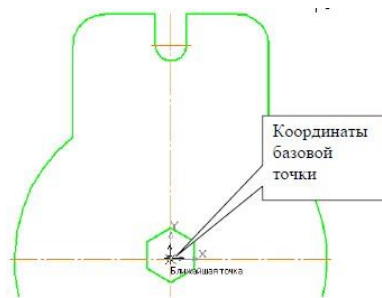

Рис. 5. Координаты базовой точки
6. Выберите пункт меню **Выделить – По стилю кривой – Основная**. На панели управления выполните команду **Копировать**. На запрос системы **Координаты базовой точки** поместите курсор в начало системы координат и зафиксируйте ее положение нажатием левой кнопки мыши (рис. 5).